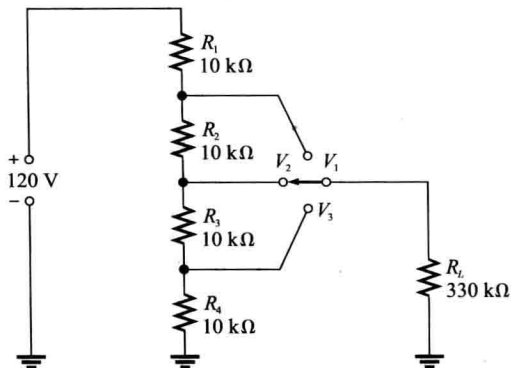

图 6-99
53. 图 6-99 的分压器有一个切换负载，对于开关的每个位置确定各个抽头的电压 (V_1 、 V_2 和 V_3)。